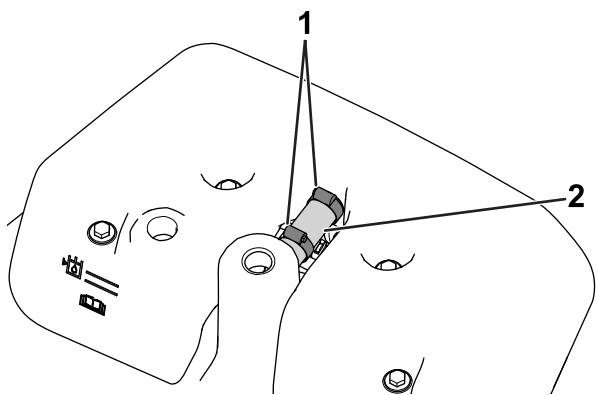

図 3
8. オーバーフローホースが付いている場合は、クランプのイモねじをゆるめてオーバーフローホースを外す 図 3。
15. イモねじクランプ 2 個を使用して、オーバーフローホースをリークディテクタタンクと油圧オイルタンクに取り付ける 図 3。